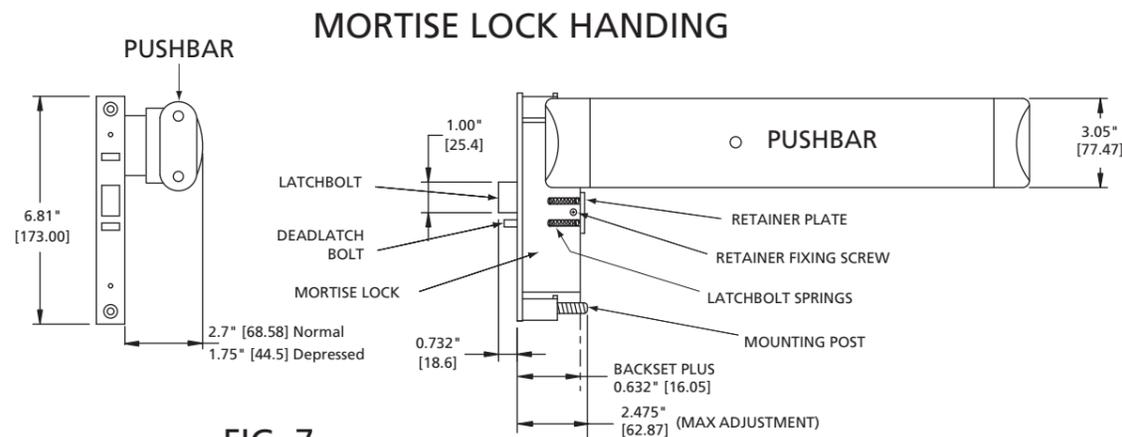

FIG. 7
E.4 HANDING REVERSAL FOR MORTISE LOCK (Fig. 7):